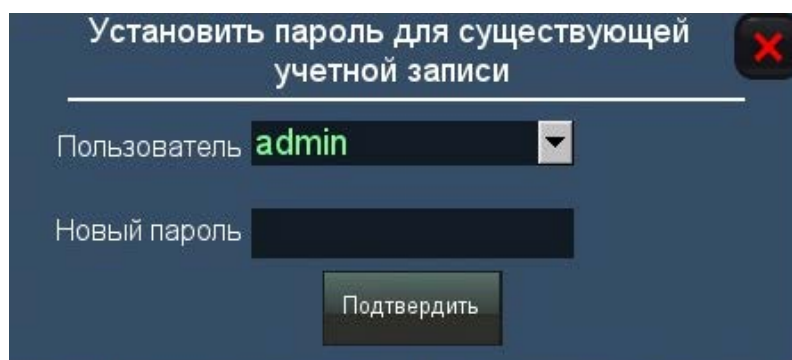
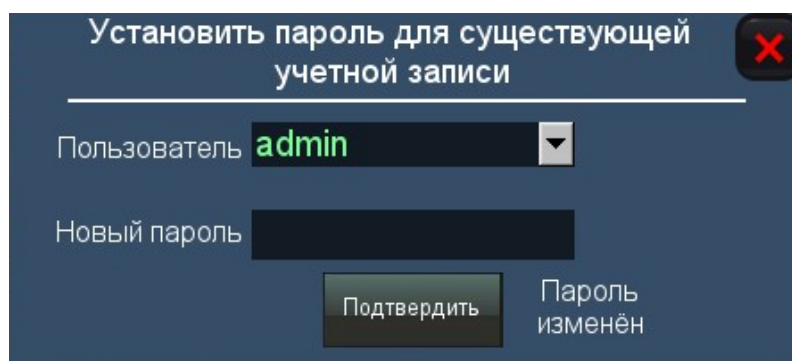

Рисунок 67 – Окно ввода пароля для существующей учётной записи
Рисунок 68 – Сообщение «Пароль изменён»
2.3.3.3 Для смены существующего пароля у пользователей необходимо, в окне основного экрана нажать на кнопку «Авторизация» (при этом заранее авторизоваться согласно 2.3.3.1), затем в появившемся окне нажать на кнопку «Сменить пароль» и появится окно (рисунок 67). Из раскрывающегося списка «Пользователь» нужно выбрать учётную запись, для которой необходимо изменить пароль, и нажать на поле «Пароль», при этом появится клавиатура (рисунок 65) с помощью которой можно задать новый пароль. После ввода нового пароля на клавиатуре необходимо нажать клавишу «Enter», клавиатура исчезнет и на окошке «Установить пароль для существующей учётной записи» появится сообщение «Пароль изменён» (рисунок 68).